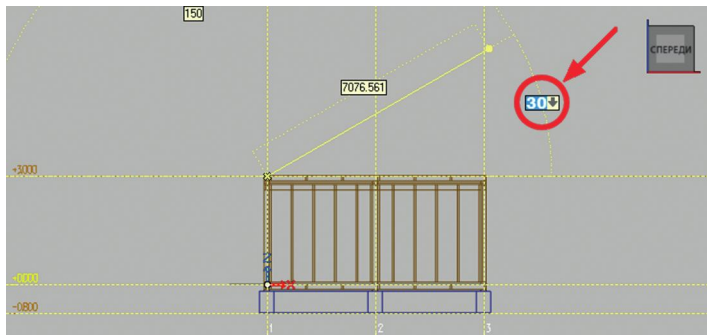

рис. 64
4. Далее щелчком левой кнопки мыши переключитесь на вид спереди и, для свободы действий, отдалите вид дома, вращая колесико мыши. После этого в текущем окошке резинки (на рис. 64 оно выделено синим цветом) задайте с клавиатуры угол **30** и зафиксируйте введенное значение нажатием клавиши **Tab**.